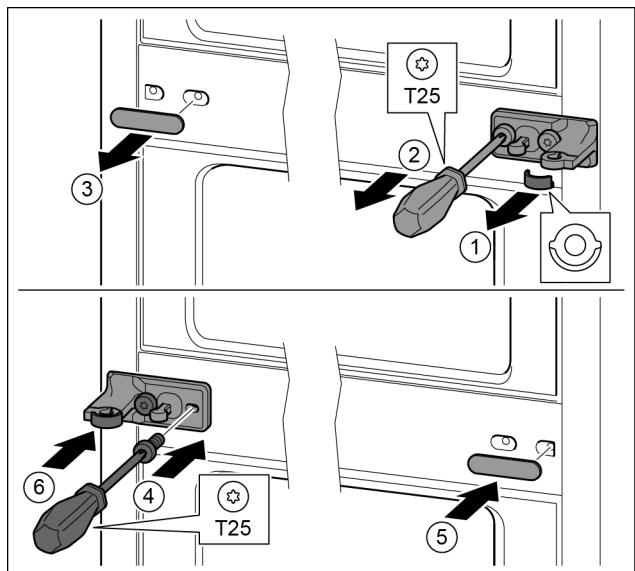

Fig. 34
- ▶ Зніміть перстину. Fig. 34 (1)
- ▶ Викрутіть гвинти за допомогою викрутки T25. Fig. 34 (2)
- ▶ Обережно зніміть кришку. Fig. 34 (3)
- ▶ Опорний кронштейн із плівкою, повернутий на 180°, закріпіть гвинтами з іншого боку. Fig. 34 (4)
- ▶ Почекіть кришку, що повернута на 180°, з іншого боку праворуч. Fig. 34 (5)
- ▶ Встановіть шайбу спереду. Fig. 34 (6)